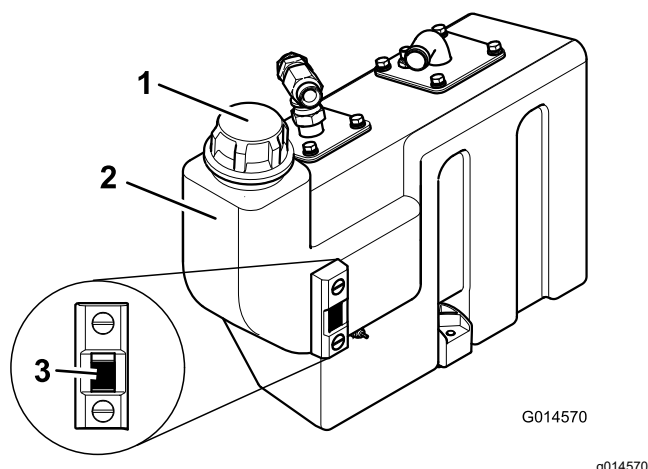

Figura 26
3. Qualora fosse necessario dell'altro fluido idraulico, pulite attorno al collo del bocchettone e del tappo del serbatoio idraulico (Figura 26) e rimuovete il tappo.